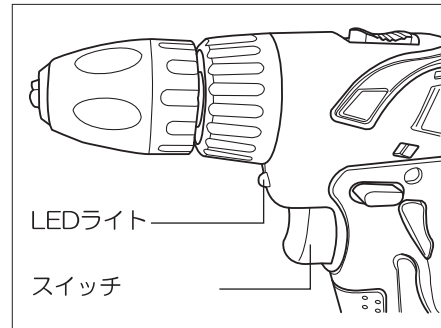

図5
●スイッチの操作 (図5参照)
- 本機のスイッチ上部にLEDライトがついています。（図5参照）